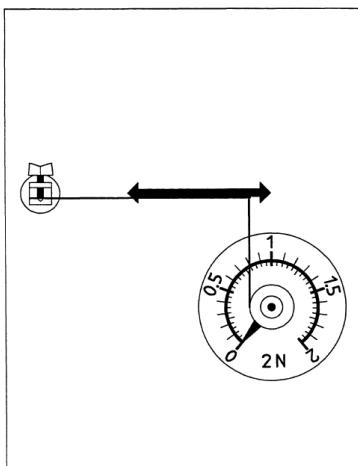

Abbildung 1
- Zwei Zeiger so anlegen, dass sich ihre Seitenkanten auf gleicher Höhe wie die waagrecht stehende Blattfeder befinden (Abb. 1).